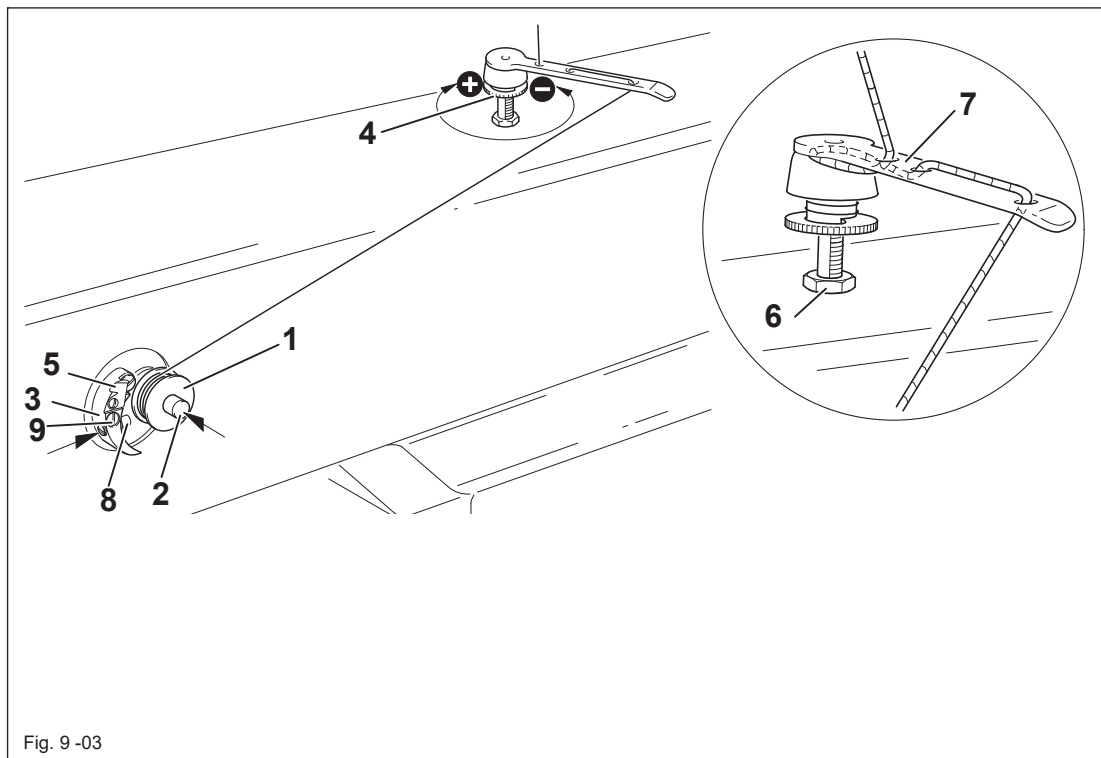

Fig. 9 -03
- Den Faden gemäß Fig. 9 - 03 einfädeln und im Uhrzeigersinn einige Male auf Spule **1** wickeln.